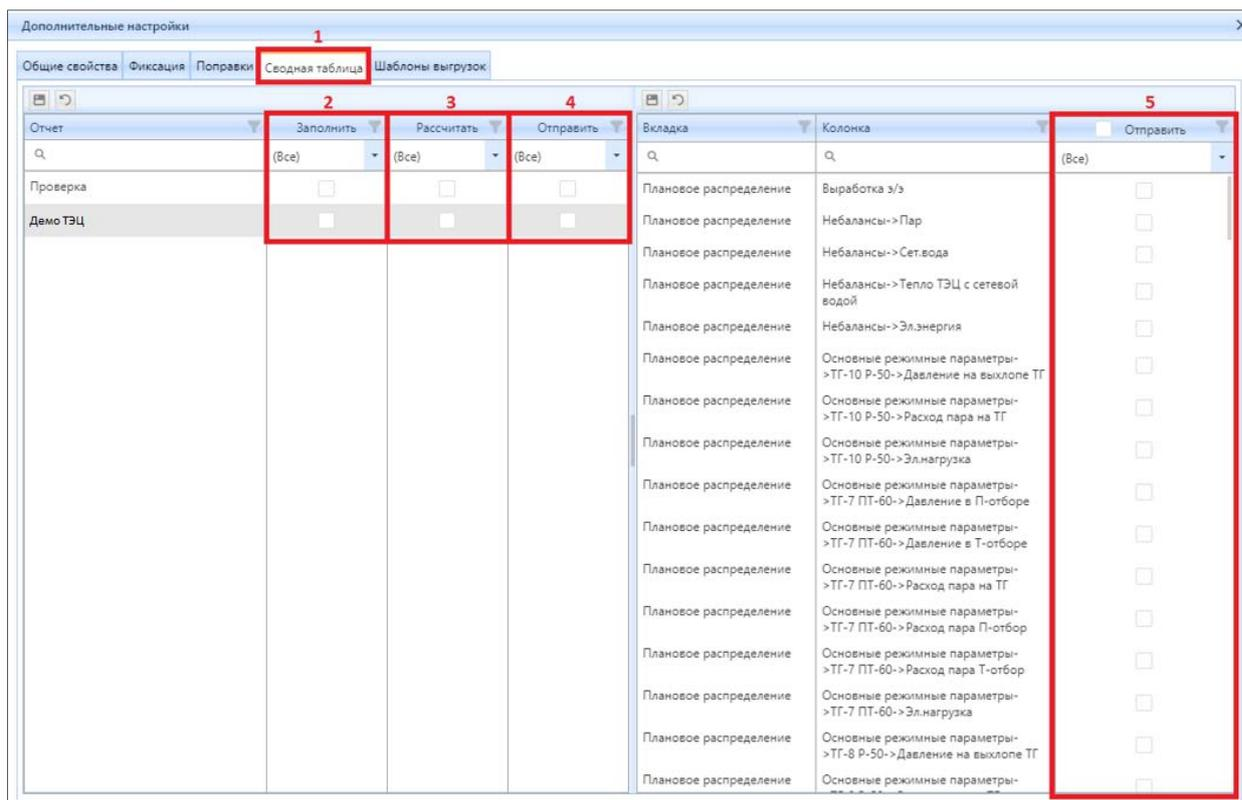

Рисунок 4.7.48 – Окно «Дополнительные настройки», вкладка «Сводная таблица»
4. в открывшемся окне перейти во вкладку (1) «Сводная таблица» (рис. 4.7.48);
5. активировать чек-боксы в колонках (2, 3, 4) (рис. 4.7.48) напротив нужного отчета;
6. в блоке (5) (рис. 4.7.48) выбрать нужные вкладки сводного отчета для их наполнения данными по результатам проведенного расчета.
На рис. 4.7.48 цифрами обозначены следующие функции: